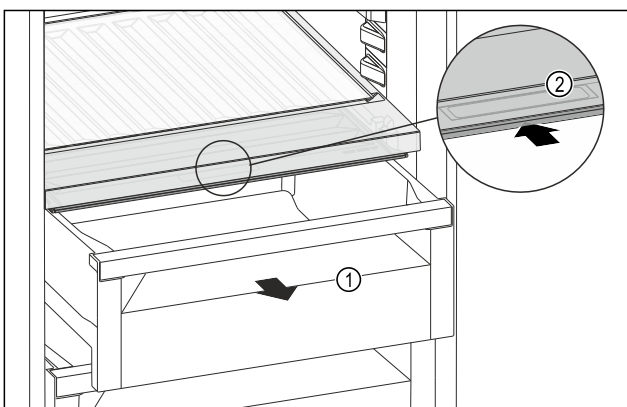

Fig. 181
- ▶ Schubfach Fig. 181 (1) herausziehen.
- ▶ Griffmulde Fig. 181 (2) am Fachdeckel anfassen und Fachdeckel gleichzeitig nach hinten schieben.